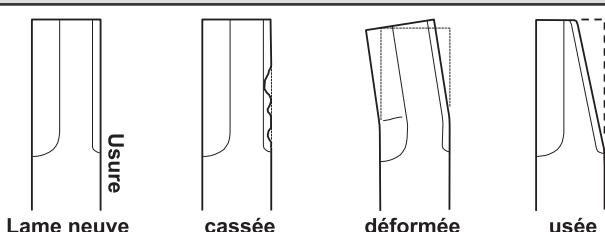
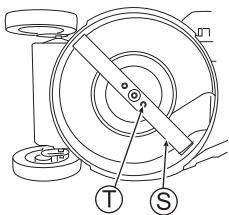

Fig. 39
Fig. 40
- Vérifiez qu'il n'y a pas de problème de cassures, de pliures ou d'usure sur la lame (S). (Voir Fig. 39)
- Si la lame (S) ou ses boulons de montage de la lame (T) sont "usés", "cassés" ou "déformés", remplacez-les par des pièces neuves correspondant à nos spécifications.
- Vérifiez que les boulons de montage de la lame (T) sont bien serrées au couple de serrage spécifié. (Voir Fig. 40)
- Serrez complètement les boulons de montage de la lame (T) à la main.